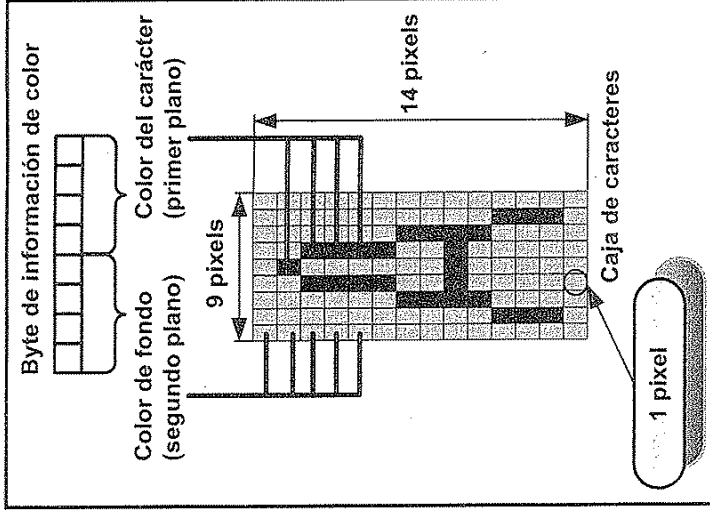

Fig. 8.4. Información de color por cada carácter en modo texto.
El byte que almacena la información de color está compuesto por dos partes (dos nibbles): los primeros cuatro bits contienen el color con el cual se dibuja el carácter y los últimos cuatro bits el color de fondo, es decir, el que rellena la caja de carácter que queda sin dibujar (ver la Fig. 8.4 y la Tabla 8.1). Por ejemplo, si este byte contiene el valor 00011111 binario = 1F hexadecimal, esa caja de carácter tendrá el texto de color blanco (F) sobre fondo azul (1).